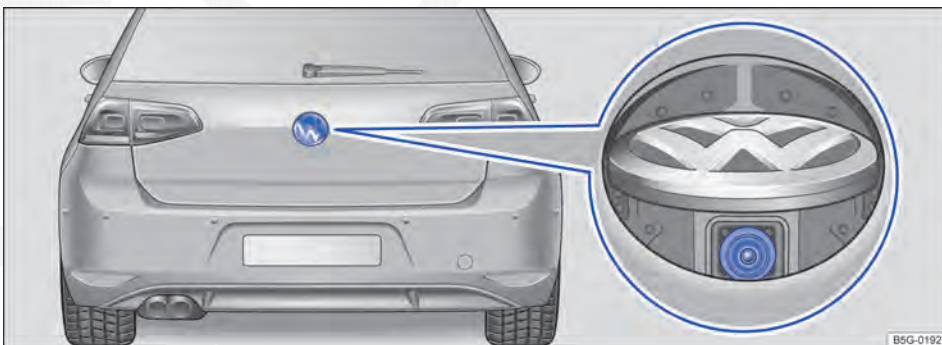

Fig. 141 Na tampa do compartimento de bagagem: local de instalação da câmera de marcha a ré.
Uma câmera na tampa do compartimento de bagagem ⇒ Fig. 141 auxilia o condutor ao entrar na vaga de estacionamento em marcha a ré ou em manobras. A imagem da câmera é exibida junto com as guias de orientação projetadas pelo sistema no display do sistema Infotainment instalado de fábrica.
- ✓ Uma imagem confiável e clara, por exemplo, condições de visibilidade boas e uma lente limpa ⇒ Fig. 141.
A câmera de marcha a ré ⇒ Fig. 141 (lupa) somente fornece imagens bidimensionais. As reenâncias, bem como objetos salientes no solo ou peças ►
Manter a lente da câmera ⇒ Fig. 141 (lupa) limpa, sem neve e sem gelo: